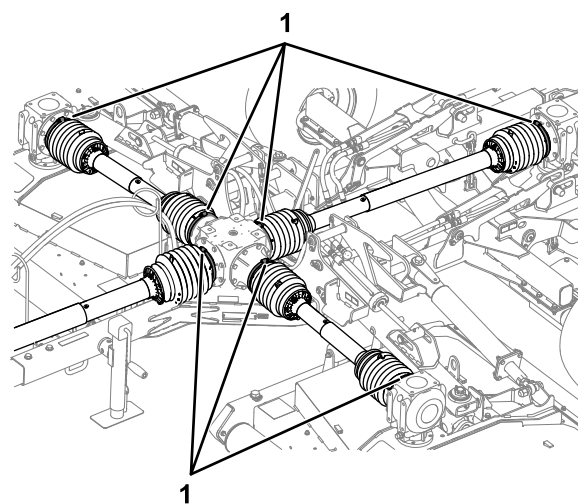

Figura 22
- Verifique se as sete braçadeiras de cabos seguram com firmeza os resguardos do veio da transmissão nas caixas de transmissão da plataforma central (Figura 22).